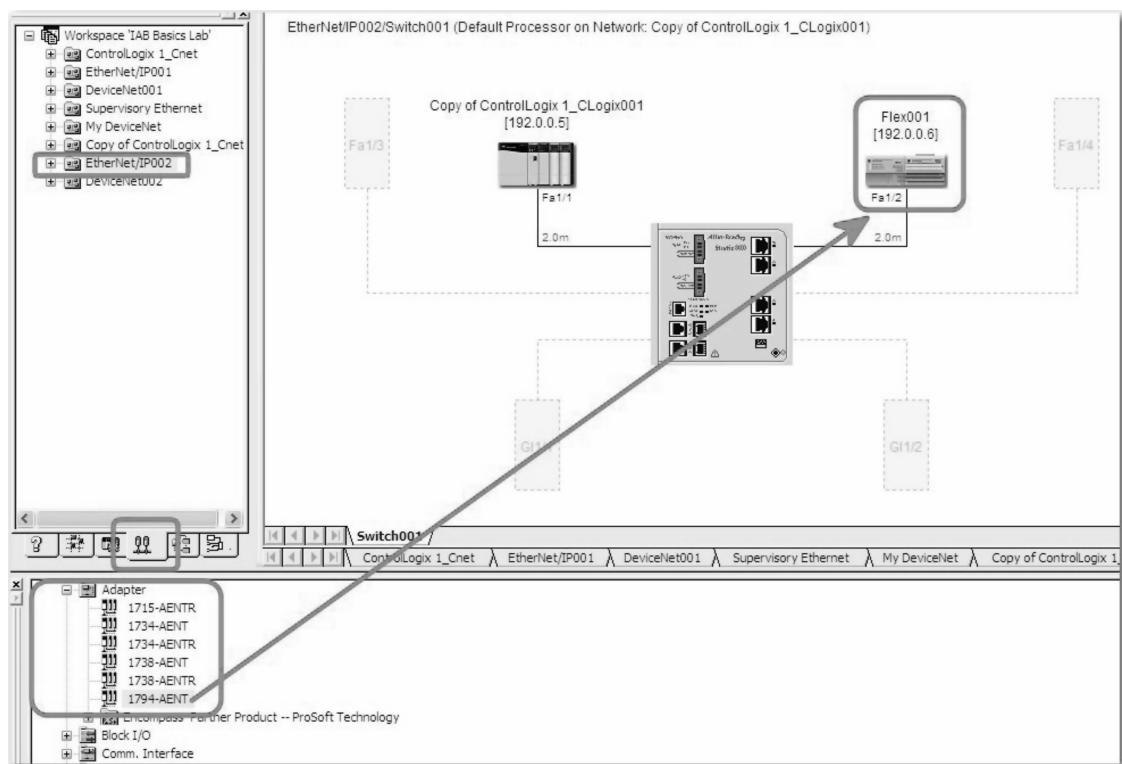

图 26-169 EtherNet/IP002 网络视图
4. 打开 EtherNet/IP002 的网络视图，将 1794-AENT 适配器从设备列表拖动到网络中，如图 26-169 所示。